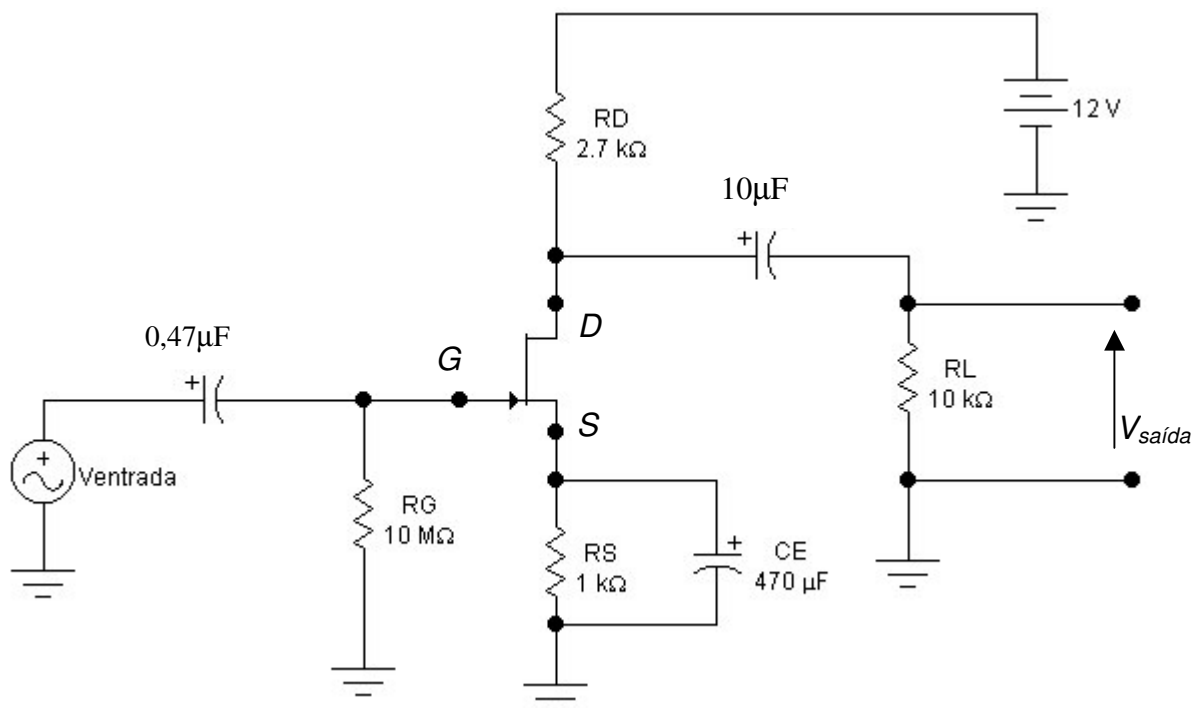

Figura 1 – Circuito Amplificador com o JFET.
1. 1. Montar o circuito da figura 1, respeitando as polaridades dos componentes eletrônicos.